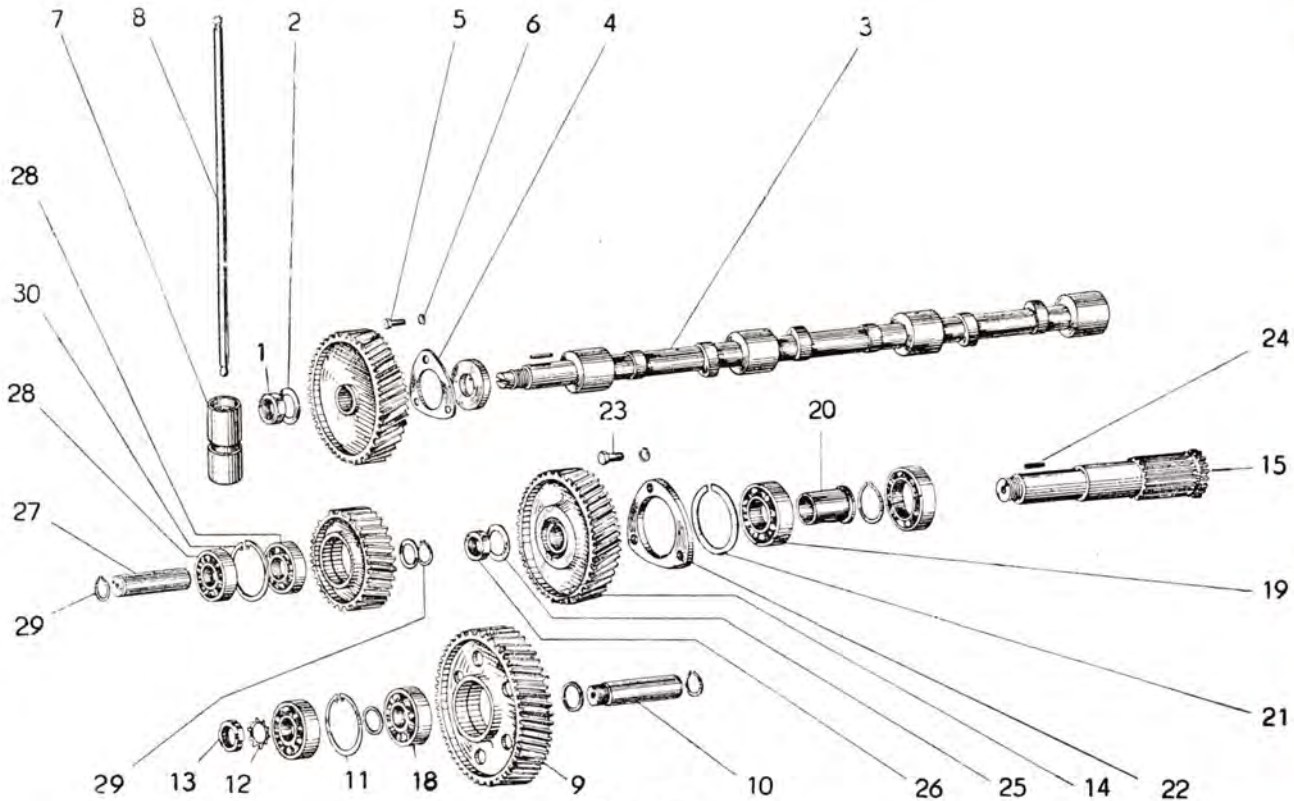

Abb. 82
Das Steuerungsrad ist auf der Nockenwelle auf einer Feder gelagert und mit einer Sicherungsmutter (Abb. 82/1) und Unterlagscheibe (2) gesichert. Die Nockenwelle (3) ist gegen Herausschieben durch eine mit Schrauben (5) gesicherte Beilageplatte (4) und durch Unterlagscheiben (6) gesichert. Auf den Nocken der Nockenwelle sind die Ventilstößel (7) mit den Stoßstangen (8) locker aufgesetzt.
5. Die Mutter M 18×1,5 (Abb. 82/26) ist zu entsichern und von der Antriebswelle der Einspritzpumpe abzuschrauben.
6. Mit Hilfe geeigneter Hebel ist das Steuerungsrad (Abb. 82/14) von der Antriebswelle der Einspritzpumpe abziehen. (Achtung auf die Verzahnung.)
7. Die Feder (Abb. 82/24) ist aus der Nute der Antriebswelle der Einspritzpumpe herauszuziehen, drei Schrauben M 8×15 (Abb. 82/23) sind aus der Schelle (Abb. 82/22) auszuschrauben und die Schelle abzunehmen.
9. Mit Hilfe eines geeigneten Dornes ist das vordere Kugellager 6305 N mit Buchse (Abb. 82/19, 20) herauszupressen.
Das obere Zwischenrad (Abb. 82/9) ist auf dem Bolzen (Abb. 82/10) aufmontiert, der in die Vorderwand des Kurbelgehäuses eingepresst ist. Der Bolzen ist innen im Gehäuse mit einem Sicherungsring gesichert.
1. Die Mutter KM 4 (Abb. 82/13) ist zu entsichern und mit einem speziellen Hülsenschlüssel abzuschrauben.
1. Der Sicherungsring (Abb. 82/29) ist zu entsichern.